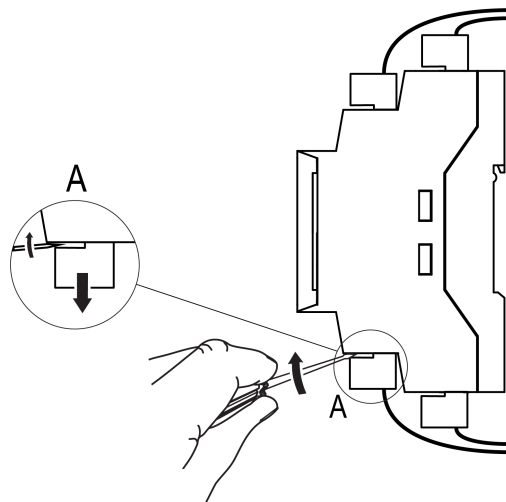

Рисунок 4.3 – «Швидка» заміна пристрою
2. Відокремити від пристрою знімні частини клем з приєднаними зовнішніми лініями зв'язку за допомогою викрутки (див. рисунок 4.3)